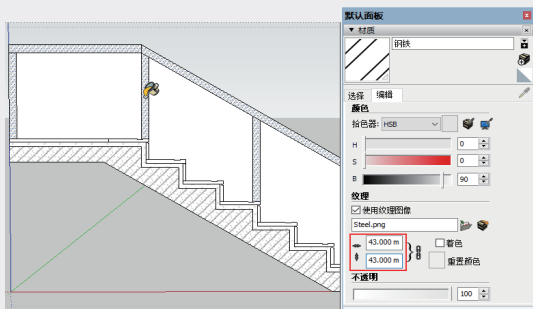

图3-227
- 04 选择“钢铁”材质, 并赋予栏杆, 如图3-227所示。